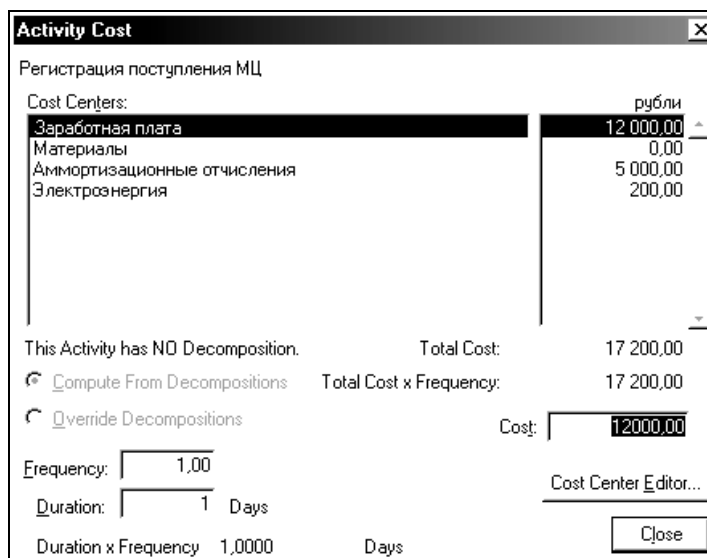

Рисунок 2.3 – Диалог Activity Cost
3. Для задания стоимости работы (для каждой работы на диаграмме декомпозиции) следует щелкнуть правой кнопкой мыши по работе и в контекстном меню выбрать Cost Editor. В диалоге Activity Cost (см. рисунок 2.3) указывается частота проведения данной работы в рамках общего процесса (Frequency) и продолжительность (Duration). Затем следует выбрать в списке один из центров затрат и в окне Cost задать его стоимость. Работу следует начать с нижнего уровня.